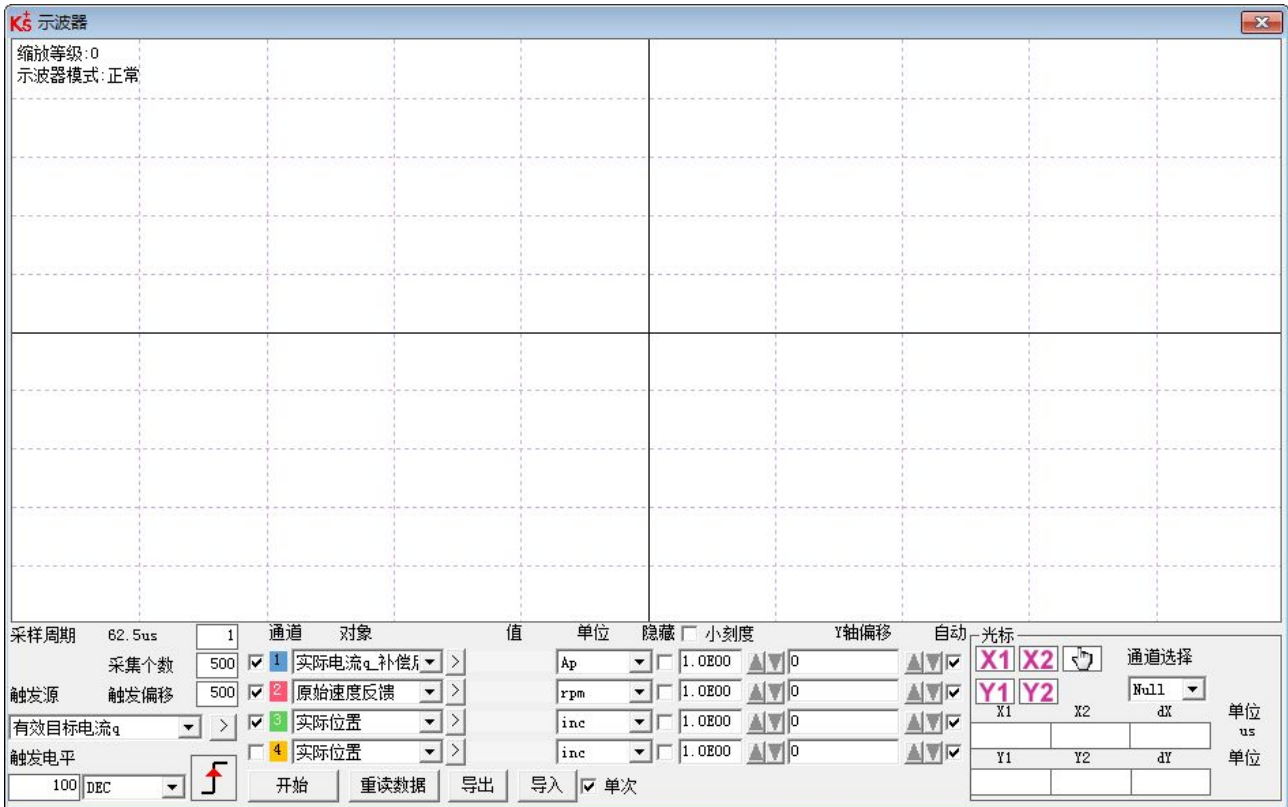

图 5-13 示波器界面
**触发源以及触发电平：**触发的条件，图 5-13 中设置为当有效目标电流 q 在上升到 100DEC 的时候开始采集数据，DEC 为内部单位，可以切换为电流单位。